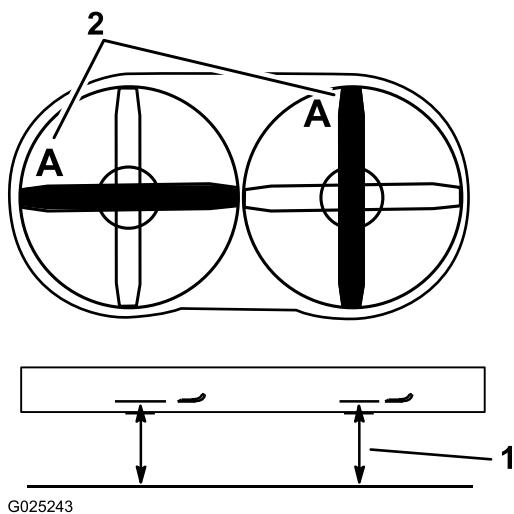

Figura 64
3. Gire una cuchilla, según se muestra en Figura 64.
4. Mida desde una superficie nivelada hasta el filo de corte, con la cuchilla en la posición A (Figura 64). Anote esta dimensión.